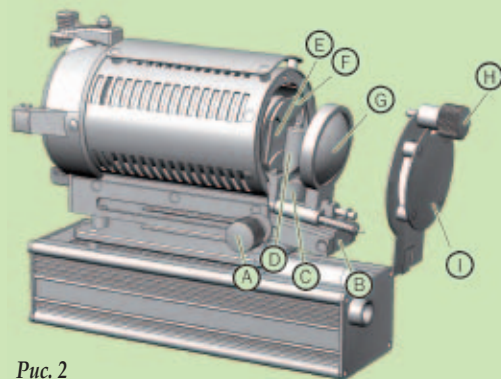

Рис. 2
1. Для снятия задней крышки I (рис. 2) полностью выкрутить винт-фиксатор H, затем фиксатор потянуть сначала немного назад, а затем вверх.
стрелки) и выдвинуть ламповую каретку B, пока она не будет выступать из корпуса, как показано на рис. 2, затем вновь закрутить регулятор фокусировки.